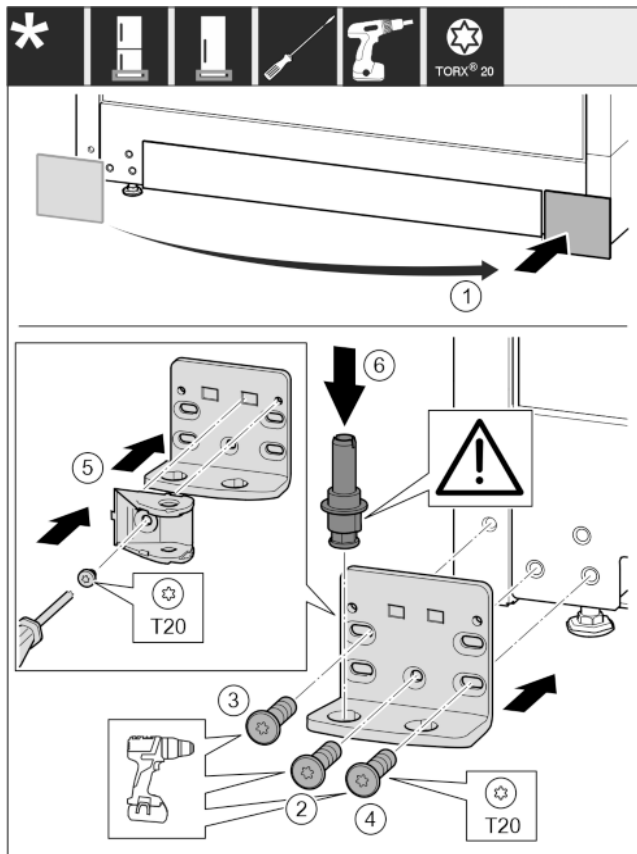

Fig. 28
- ▶ Zdjąć osłonę i założyć z drugiej strony. Fig. 28 (1)
- ▶ Płytkę zawiasu założyć z drugiej strony i przykręcić przy pomocy śrubokręta T20. Rozpocząć od śruby 2 dolnej umieszczonej na środku. Fig. 28 (2)
- ▶ Dokręcić śrubę 3 i 4. Fig. 28 (3,4)
- ▶ Połączenie amortyzatora zamykania obrócić o 180°. Przykręcić z drugiej strony płytki zawiasu przy pomocy śrubokręta T20. Fig. 28 (5)
- ▶ Założyć cały sworzeń płytki zawiasu. Przy tym zwrócić uwagę, by krzywka zatrzaskowa wskazywała do tyłu. Fig. 28 (6)